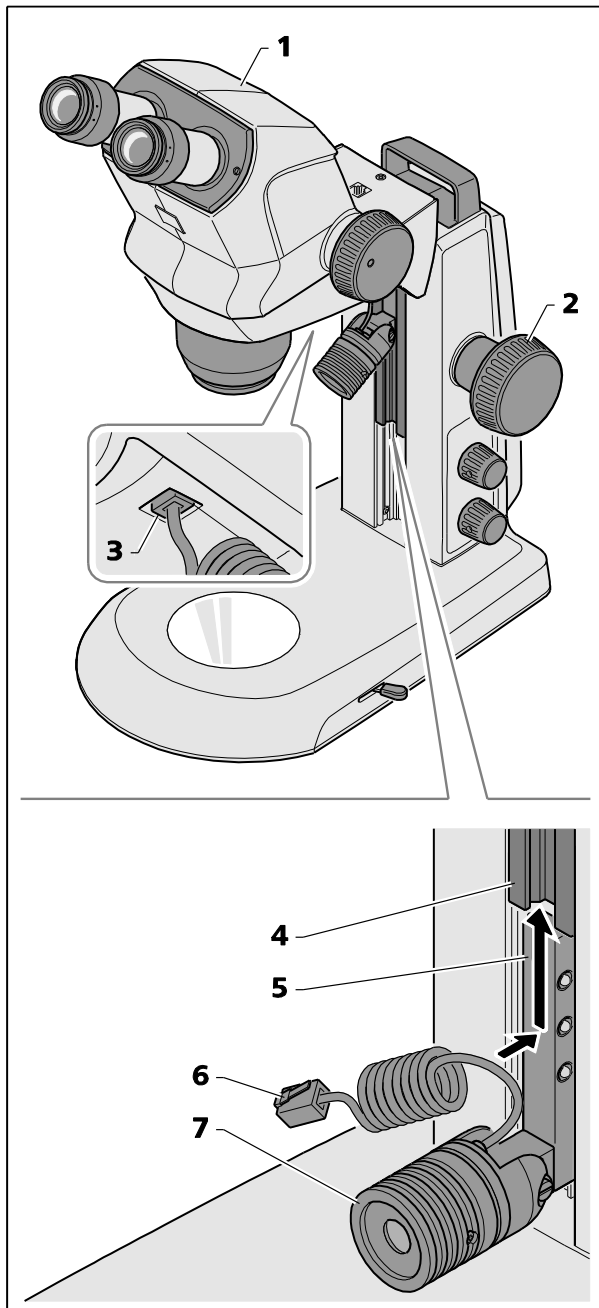

Abb. 8 Spot-Leuchte montieren
- Den Mikroskopkörper (Abb. 8/1) mit dem Triebknopf (Abb. 8/2) in die höchste Position bringen.
- Zum Montieren der Spot-Leuchte (Abb. 8/7) am Stativ den Halter (Abb. 8/5) von unten in die Stativführung (Abb. 8/4) einsetzen und dann nach oben in die erforderliche Position schieben.
- Das Anschlusskabel (Abb. 8/6) der Spot-Leuchte in die untere Anschlussbuchse der Stemi Aufnahme (Abb. 8/3) stecken.